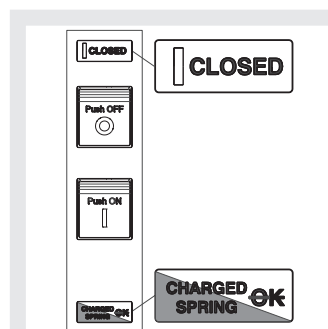

Abbildung 35
4. Leistungsschalter ein mit gespannten Federn und nicht einschaltsbereit (siehe Abbildung 35). Dieser Zustand kommt vor, wenn nach der Einschaltung (siehe Schritt 4 - Manuelles Ausschalten/ Einschalten des Leistungsschalters) die Federn von Hand oder automatisch durch den Getriebemotor (sofern vorgesehen) nachgespannt werden.